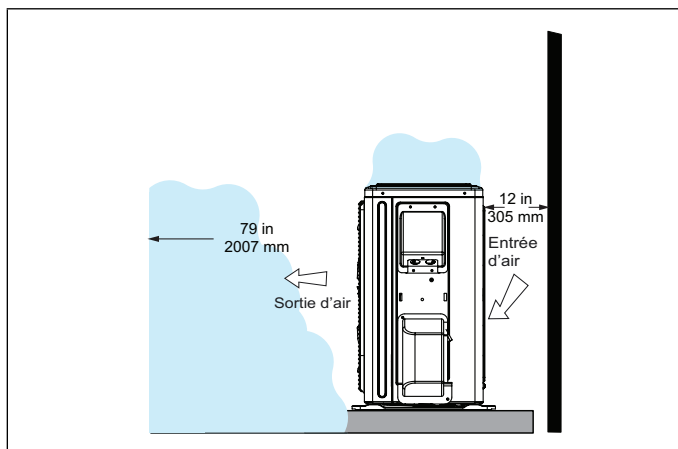

Figure 17. Débit d'air d'une unité extérieure obstrué par de la neige
- Dans certaines régions fortement enneigées, ne pas placer l'unité là où la neige peut s'accumuler comme illustré à la «Figure 17. Débit d'air d'une unité extérieure obstrué par de la neige».